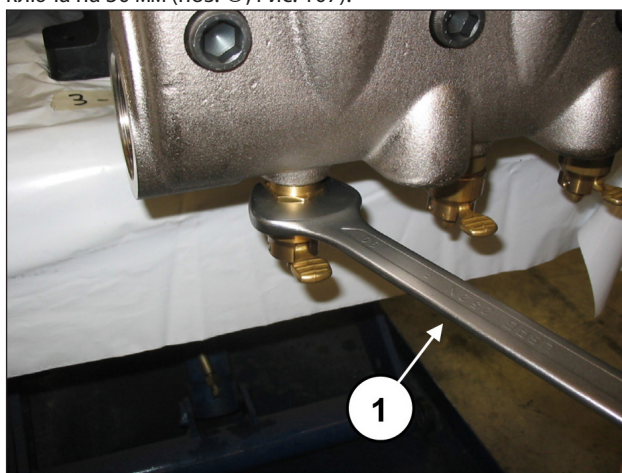

Рис. 107
Открутите устройство открывания клапанов с помощью ключа на 30 мм (поз. ①, Рис. 107).